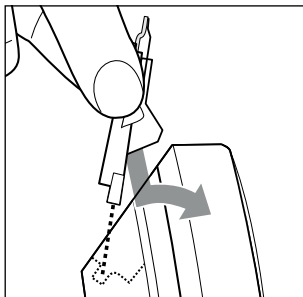

Fig. 10
- 2) Con la spazzola per la pulizia ❹ (compresa nel materiale in dotazione), rimuovere i resti di peli o capelli dalla testina di taglio ❶.
- 3) Pulire la testina di taglio ❶ sotto l'acqua corrente. Non usare altri liquidi per la pulizia.
- 4) Fare asciugare la testina di taglio ❶.
- 5) Applicare poche gocce dell'olio per lame ❷ fornito sulla lama della testina di taglio ❶ e distribuirlo uniformemente. Rimuovere l'eventuale olio in eccesso con un panno umido.
- 6) Infilare la sporgenza della testina di taglio **1** sotto il bordo posteriore dell'alloggiamento. Premere la testina di taglio **1** verso il basso nel supporto della sporgenza e poi in avanti, finché non s'innesca udibilmente nell'apparecchio (vedere fig. 10).